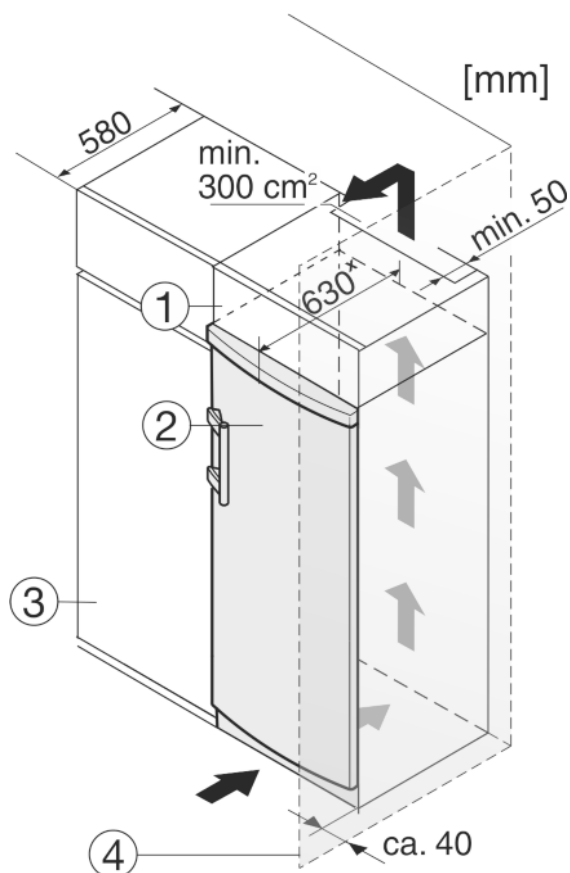

Fig. 10
- (1) Дополнительный шкафчик
- (2) Устройство
- (3) Кухонный шкаф
- (4) Стенка
Устройство может быть окружено кухонными шкафами. Чтобы уравнять устройство Fig. 10 (2) по высоте с кухонной стенкой, можно установить над устройством дополнительный шкафчик Fig. 10 (1).
При комбинировании с кухонными шкафами (глубина макс. 580 мм) устройство можно установить непосредственно рядом с кухонным шкафом Fig. 10 (3). Устройство выступает сбоку на 34 мм * и по центру на 50 мм * относительно передней стенки кухонного шкафа.
Если устройство установлено на шарнирах у стены *Fig. 10 (4)*, то расстояние между устройством и стеной должно быть не менее 40 мм. Настолько выступает ручка при открытой дверце.